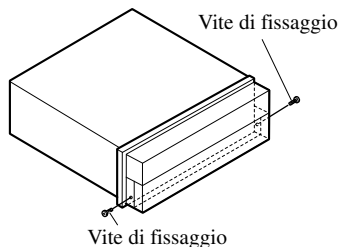

Fig. 20
- Una volta rimosso il pannello frontale, fissarlo all'apparecchio facendo utilizzo delle apposite viti di fissaggio. (Fig. 20)